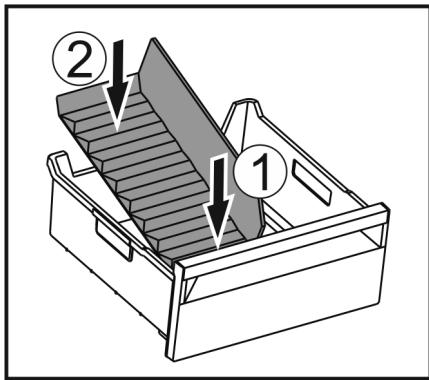

Fig. 185
- Vložte prednú časť oddelovača zásuvky na ľad. Fig. 185 (1)
- Spusťte zadnú časť oddelovača zásuvky na ľad až na dno zásuvky. Fig. 185 (2)